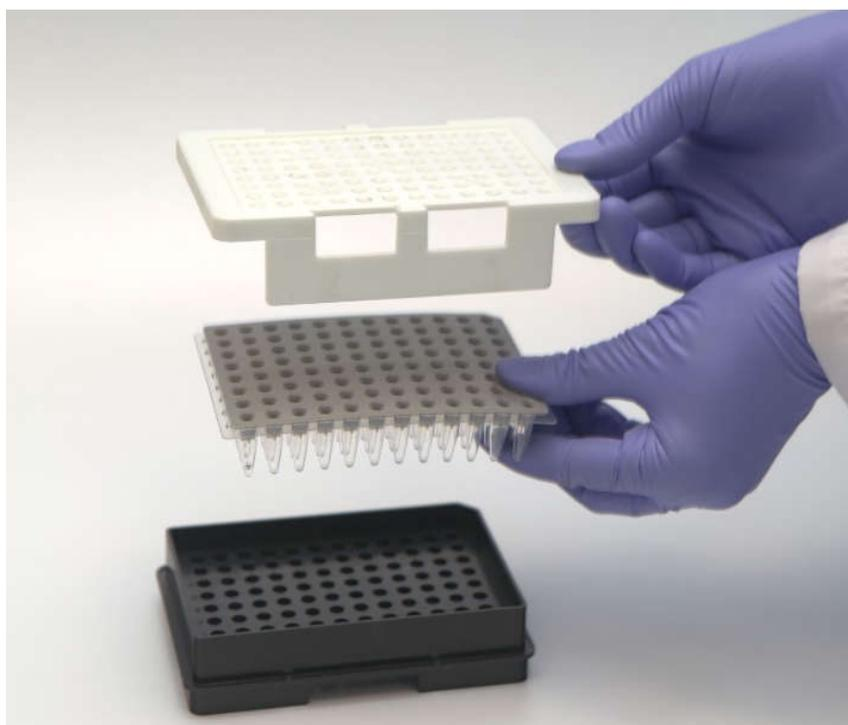

Рисунок 42. Совмещение элементов плашки
2. Совместить элементы плашки в правильной последовательности, представленной на рис. 42: